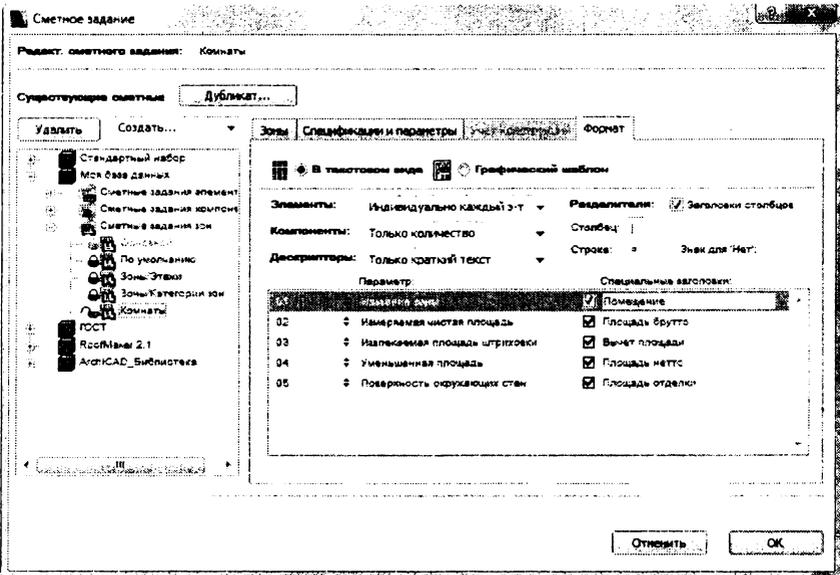

Рисунок 78
8. Отметьте в списке **Параметры зон** параметры, перечисленные на рис. 78.
9. Раскройте вкладку **Формат** и установите параметры в соответствии с рис. 78.